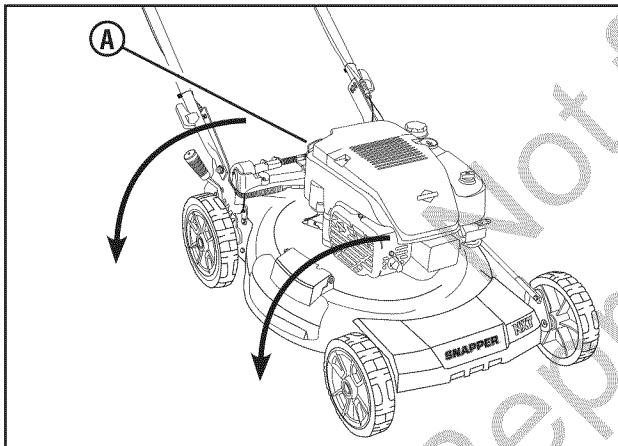

Figura 13: Drenaje del aceite del motor
2. Saque la varilla del aceite (**A, Figura 13**) y luego incline el cortacésped sobre su lado. Espere a que el aceite salga del tubo del aceite y se vierta sobre un contenedor apropiado. Deshágase del aceite usado correctamente.